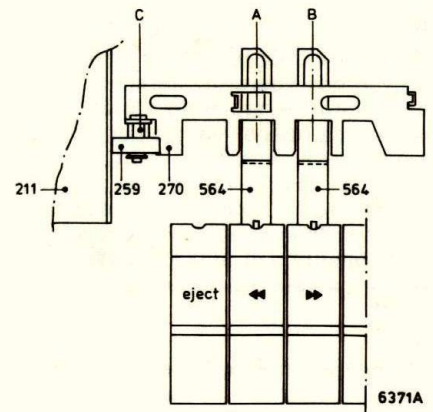

Fig. 43
- Beugel pos. 270 moet zodanig staan ingesteld, dat de uitsparingen A en B in deze beugel, juist tegenover de beugels pos. 564 van de "wind" en "rewind" druktoetsen bevinden (zie fig. 43).